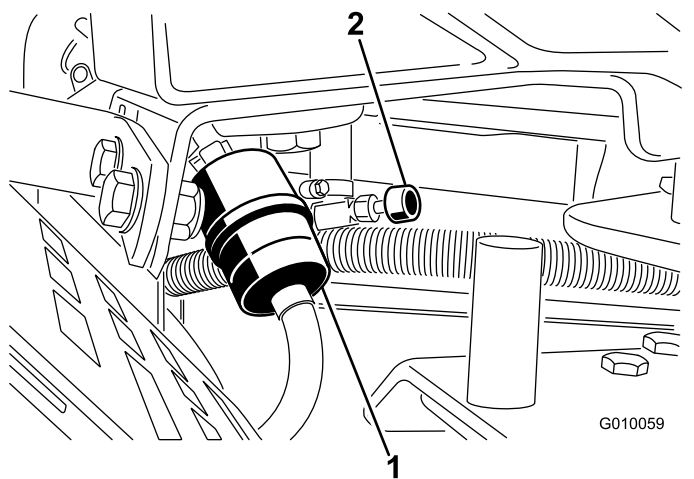

Bild 50
2. Schließen Sie den Kraftstoffhahn (Bild 50).
3. Drücken Sie die Enden der Schlauchklemmen zusammen und schieben Sie sie vom Filter weg (Bild 50).
5. Setzen Sie einen neuen Filter ein und schieben Sie die Schlauchklemmen an den Filter heran (Bild 50).
7. Öffnen Sie den Kraftstoffhahn (Bild 50).
3. Lockern Sie die Schlauchklemme am Kraftstofffilter und schieben Sie sie an der Kraftstoffleitung weg vom Kraftstofffilter (Bild 50).
4. Ziehen Sie die Kraftstoffleitung vom Kraftstofffilter ab (Bild 50). Öffnen Sie den Kraftstoffhahn und lassen den Kraftstoff in einen Kanister oder eine Auffangwanne ablaufen.
5. Bringen Sie die Kraftstoffleitung am -filter an. Schieben Sie die Schlauchklemme ganz an den Kraftstofffilter heran, um die Kraftstoffleitung zu befestigen (Bild 50).